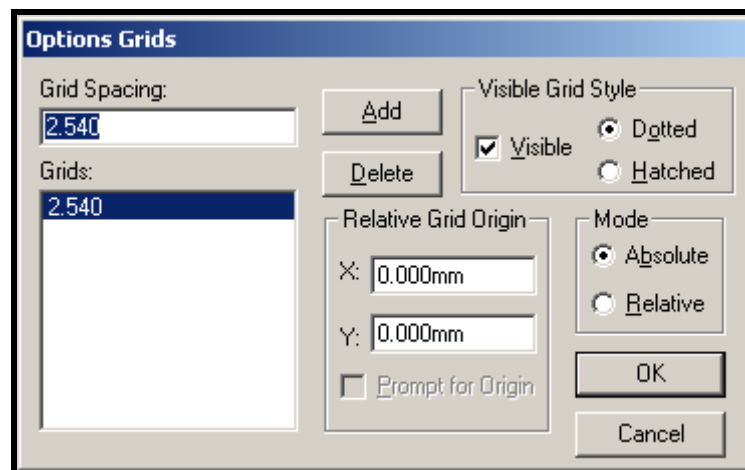

Рис.1.3. Параметры координатной сетки
- 2) Установить шаг координатной сетки с помощью команды Options/Grids – Grid Spacing: 2.5, Add (рис.1.3.); или в строке состояний.